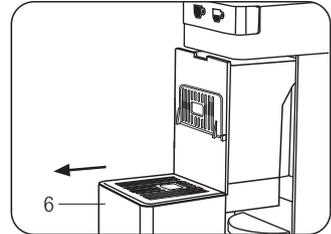

Abb. 11
Der Kapselsammelbehälter kann bis zu maximal 8 Kapseln aufnehmen und muss daher in regelmäßigen Abständen geleert werden, um zu vermeiden, dass sie sich verklemmen können. Um den Kapselbehälter (6) zu leeren, diesen herausnehmen (**Abb. 11**).